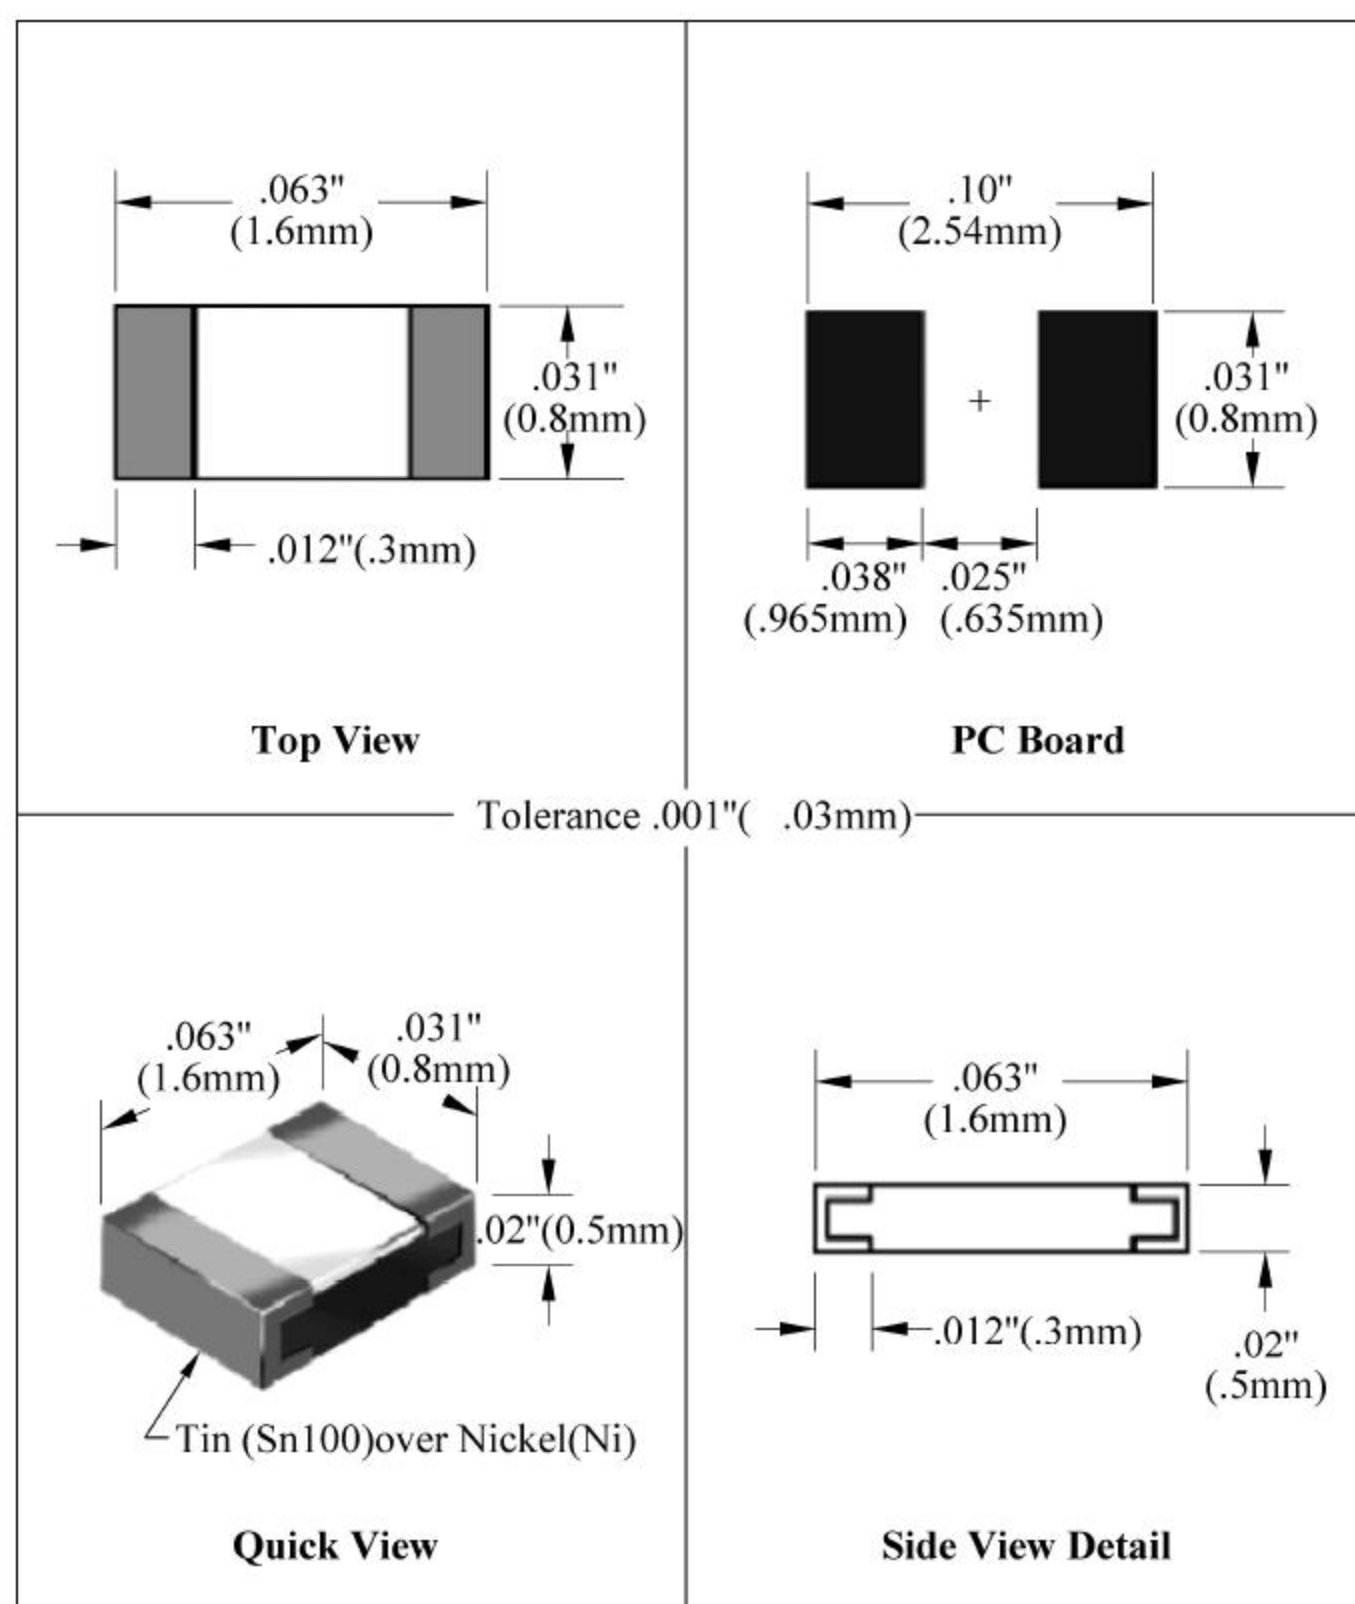

图 3-57 0603R 封装尺寸
- (3) 选择 Extruded(挤压型),并按照 0603R 的封装规格书输入参数,如图 3-57 所示。